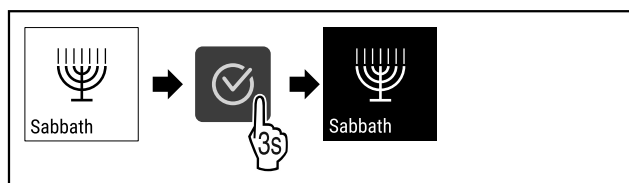

Fig. 37
- ▶ Изпълнете стъпките (виж Fig. 37).